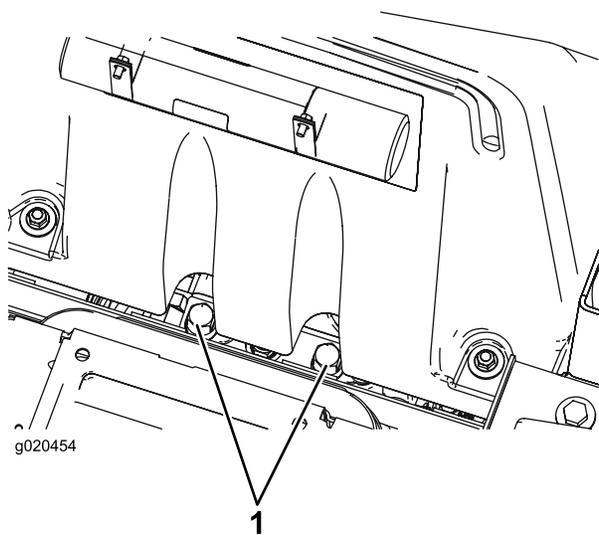

Figura 33
1. Levante o assento. As válvulas de derivação encontram-se sob a dianteira do depósito de combustível (Figura 33).